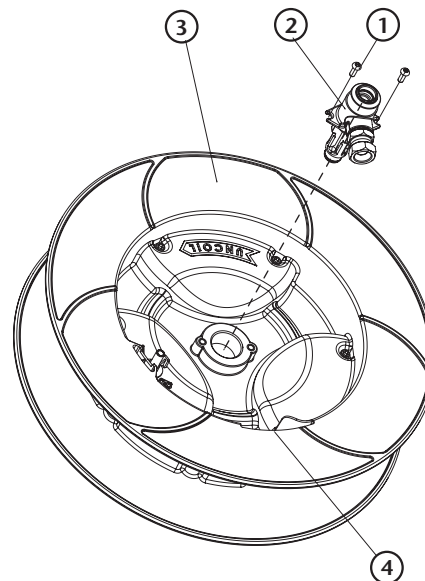

Fig. 19
13. Por el lado opuesto del tambor, desenrosque los tornillos (1) (fig. 19) que mantienen fijado el eje del tambor (2) (fig. 19) al disco (3) (fig. 19). Guarde los componentes para volver a instalarlos más adelante.
14. Sustituya el conjunto disco (3) (fig. 19) por el nuevo disco, y vuelva a montar los componentes en orden inverso. Empiece montando el eje de latón del disco (2) (fig. 19) apretando los tornillos (1) (fig. 19). Para evitar roturas del plástico, no aplique un par de apriete superior a 4Nm al apretar estos tornillos. Para montar el eje (2) (fig. 19) del disco en la posición correcta, asegúrese de montarlo con el racor apuntando hacia la ventana del disco (4) (fig. 19).